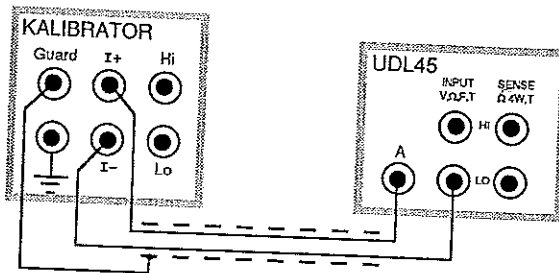

Bild 6-10 Anschluß des Kalibrators für AC/DC-Strom
- c) Kalibrator wie in Bild 6-10 mit geschirmten Kabeln anschließen.